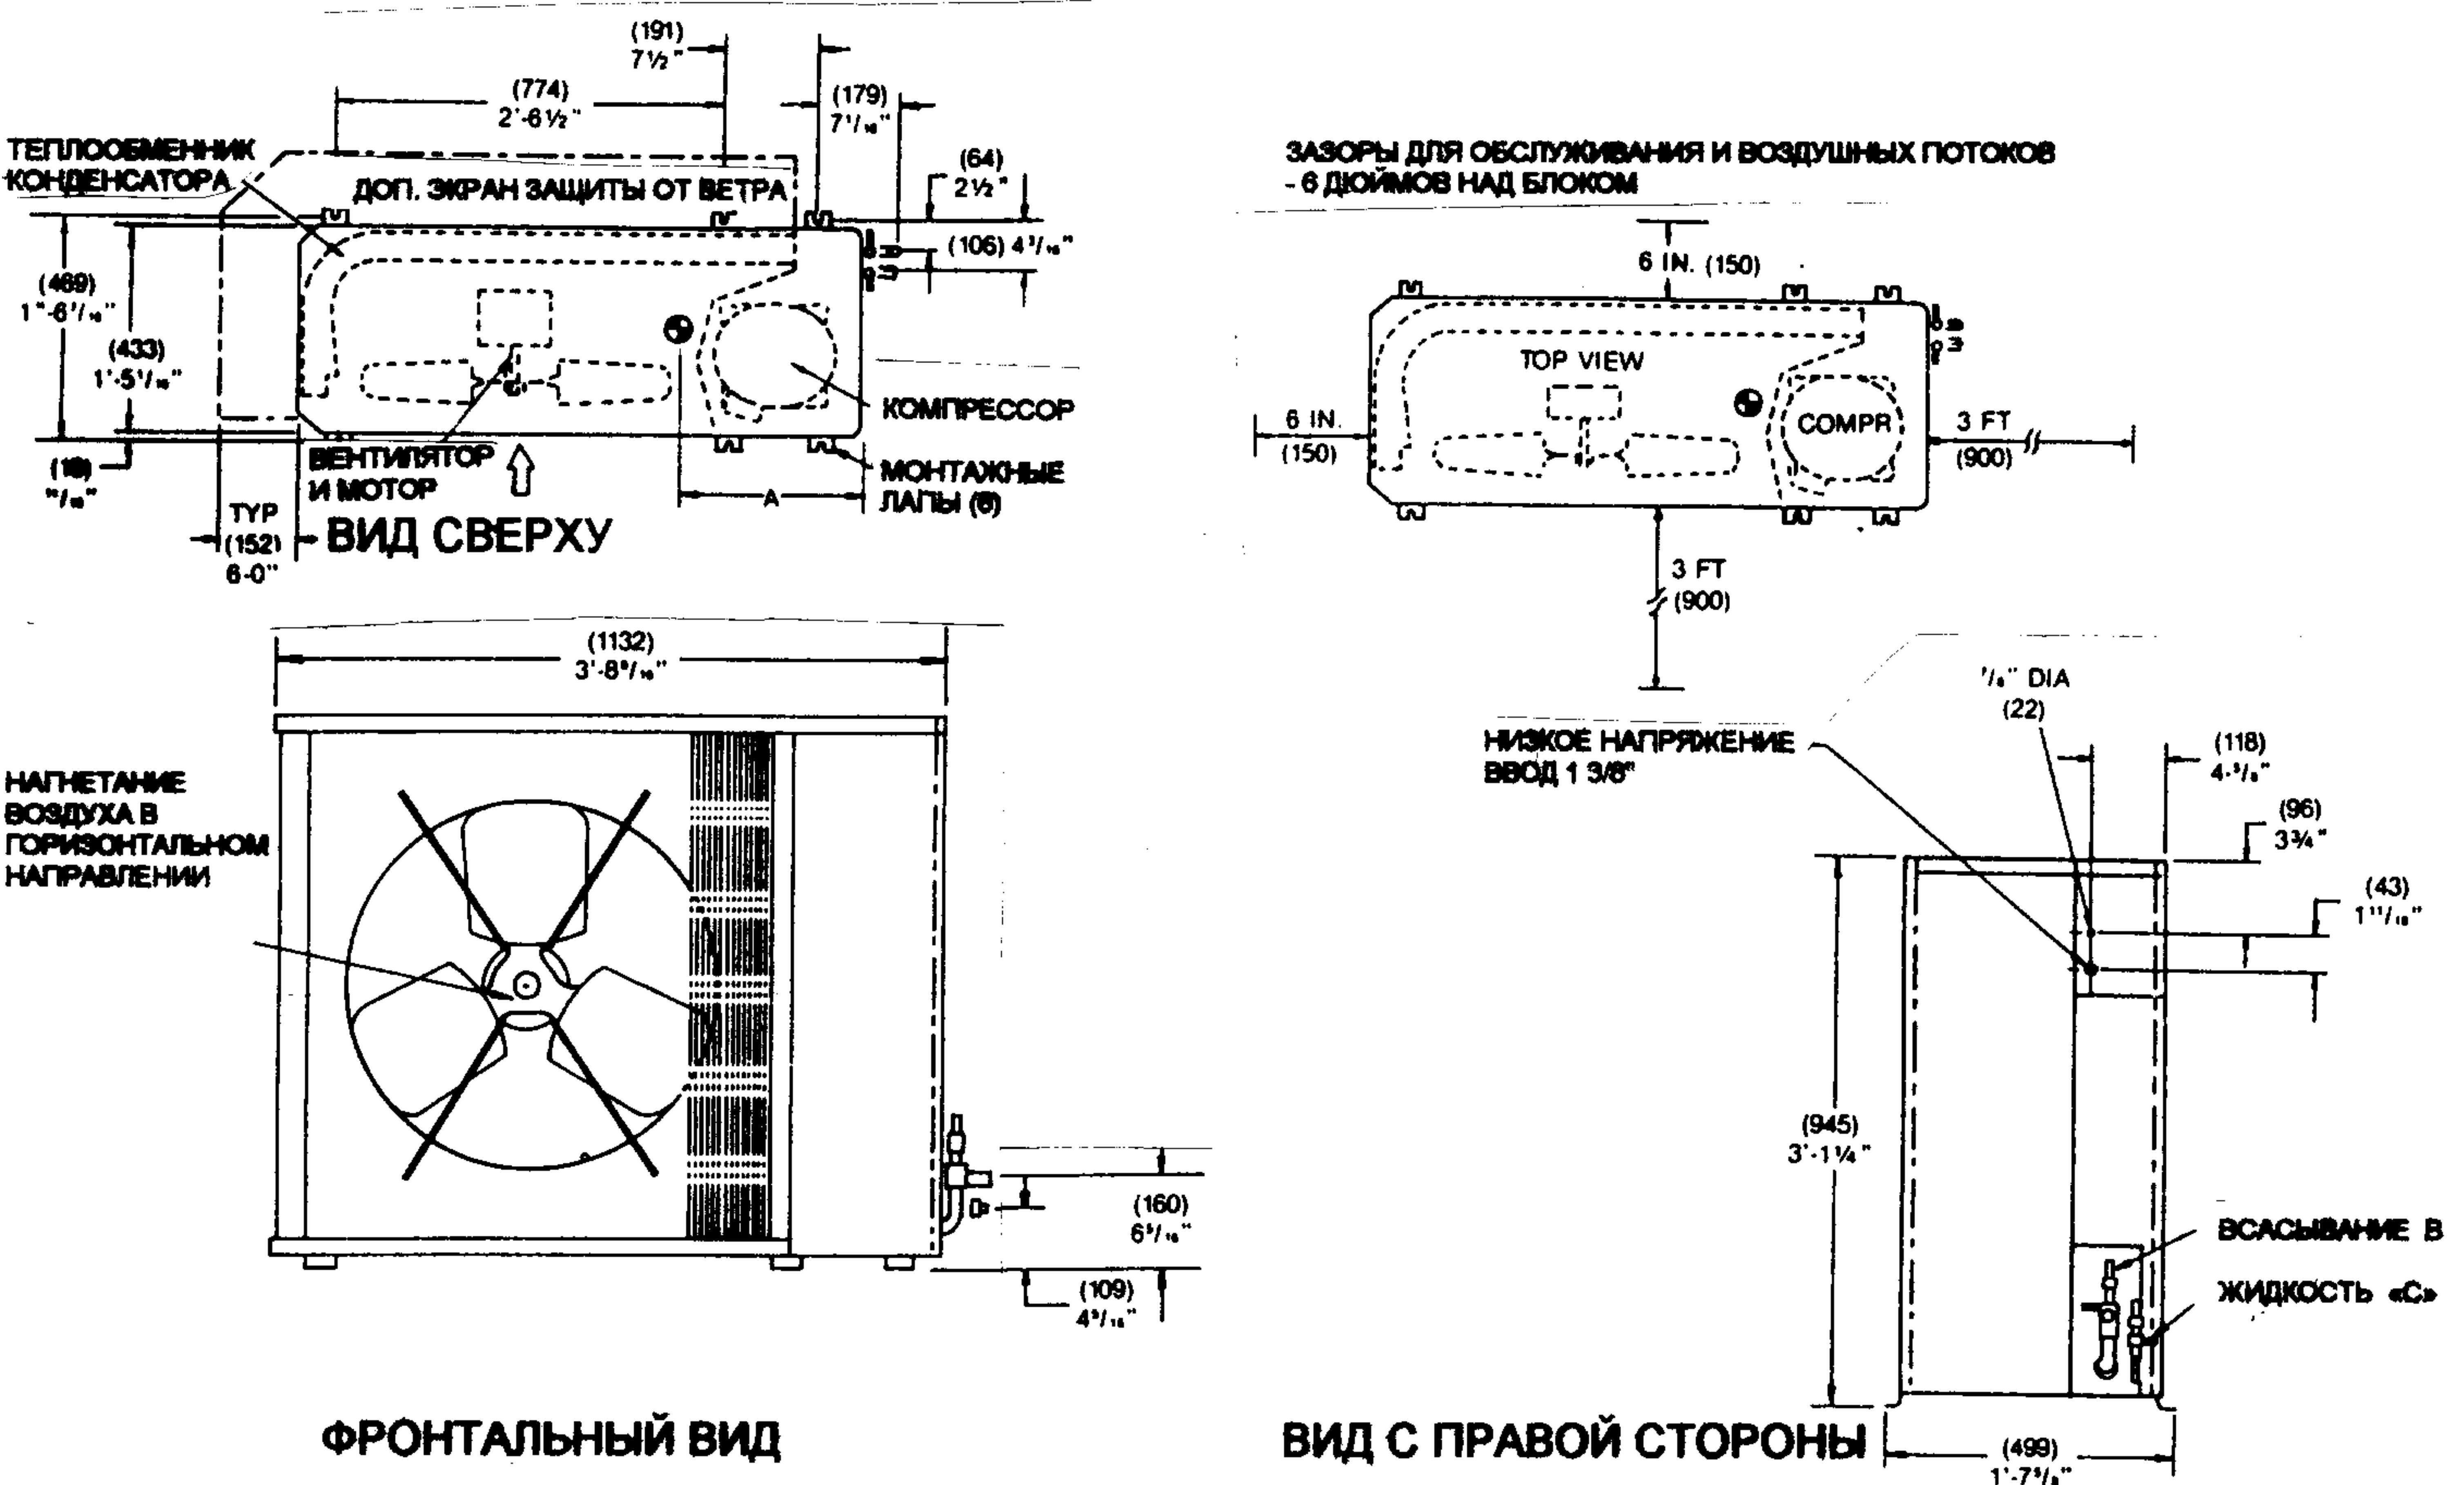

Рис. 2 – Размеры 38QRT036-065
Обеспечьте необходимые свободные пространства для обеспечения свободных воздушных потоков, монтажа электропроводки, трубопроводов и обслуживания. Сммотри рис.2.
Расположите блок так, чтобы не было препятствий, как на входе, так и на выходе воздушного потока из конденсатора. Сммотри рис. 2.
Блок может быть установлен на горизонтальном основании непосредственно на опорных лапах или на приподнятых в точка крепления опорах. Сммотри информацию о положении центра тяжести рис. 2.
**ПРОВЕРКА ДОЗИРУЮЩЕГО УСТРОЙСТВА** – Для оптимизации производительности теплового насоса используется специальное устройство (AccuRator®) байпасного типа для управления расходом хладагента. Блок поставляется с клапаном, корпус которого приспособлен ТОЛЬКО для применения с пистоном Chatteff с пятью шлицами. Пистон, разработанный Керриер, НЕ подходит к этому клапану. Сммотри рис. 2а.
Рис. 2а Дозирующее устройство AccuRator® (байпасного типа)